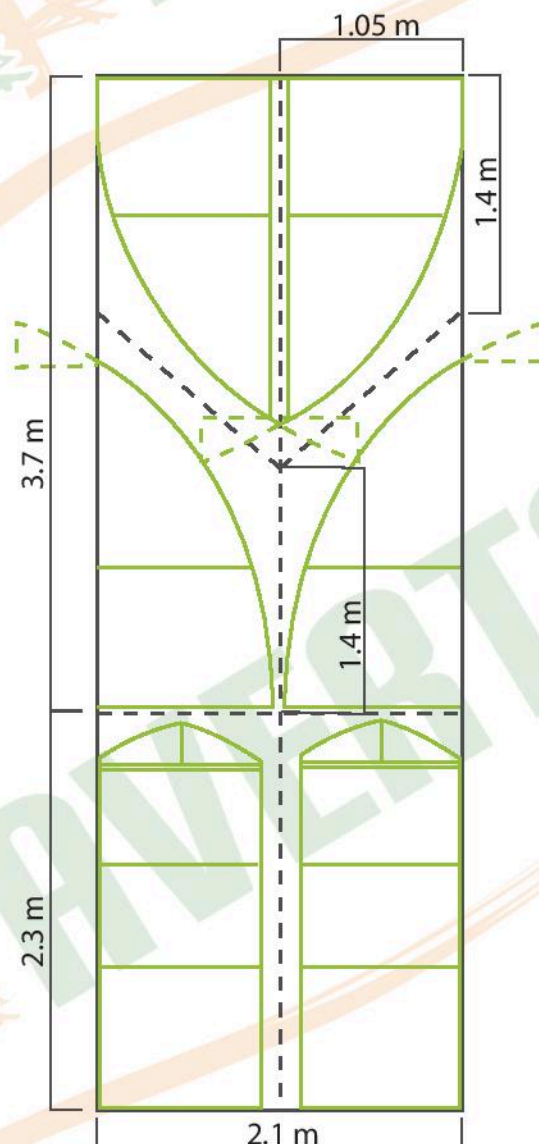

Bild 3.
5.2.2. Polykarbonat 3,7 x 2,1 m Blatt muss entlang Zellen halbieren, um zwei Teile mit Größe von 3,7 x 1,05 m zu bekommen. Danach diese Teile sollen diagonal entsprechend im Bild 3 dargestellte Schema schneiden, durch abmessen 1,4 m von beiden Seiten. Dieses trapezförmige Teil ist für Abdeckung der rechten und linken Seite der Stirnwände vorgesehen.
5.2.3 Schneiden Sie restliche Polykarbonat Teil (2,3 x 2,1 m) nach Halben, entlang der Zellen wie im Bild 3. Diese Polykarbonat Teile werden für Bearbeitung von Tür- und Stirnwand benutzt.